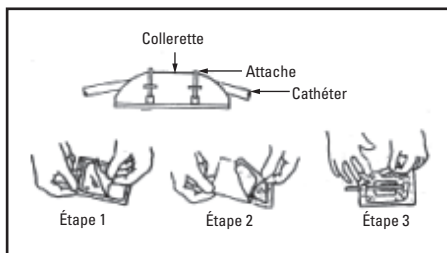

Figure 2. Fixation du cathéter à la collerette de cathéter Percufix
3. Enclencher le cathéter dans la rainure (voir la Figure 2). Glisser une attache par chaque fente et la serrer pour maintenir en place la collerette du cathéter Percufix. Couper les pointes des attaches qui dépassent et les rabattre toutes vers la collerette. Au besoin, utiliser des sutures plutôt que des attaches.
4. Placer le pansement transparent protecteur au-dessus du site de la stomie, de la collerette de cathéter et du cathéter, et ne laisser que l'embase exposée, comme suit (voir la Figure 2) :